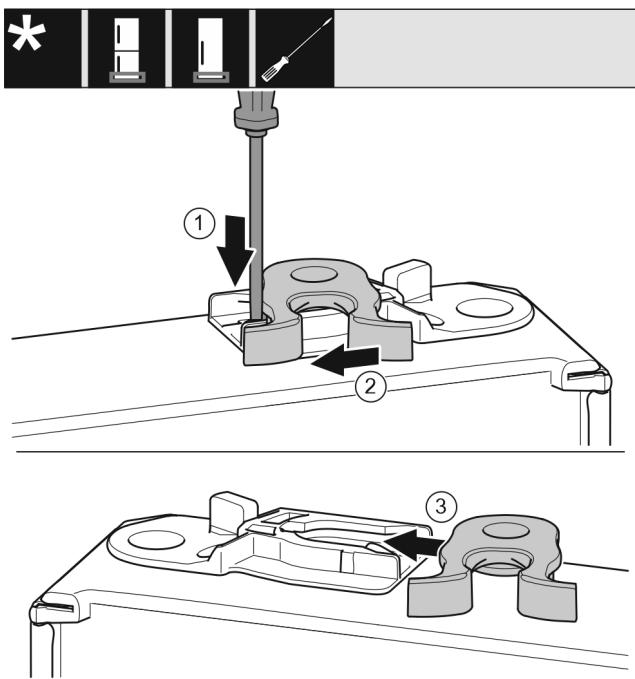

Fig. 16
- Spustelėkite antdėklą išdrožiniu atsuktuvu žemyn. Fig. 16 (1)
- Ištraukite uždarymo kablij iš kreipiklio. Fig. 16 (2)
- Uždarymo kablij kitoje pusėje įstumkite į kreipiklį. Fig. 16 (3)